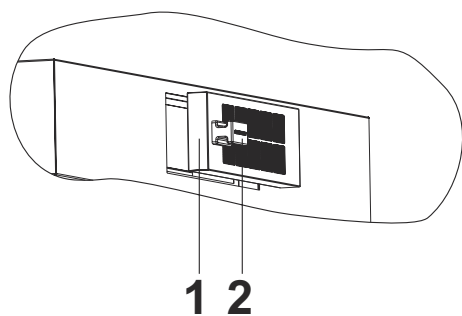

Fig. 3
**1.** ➔ Fjern kulfilteret (Fig. 3/1) med magnetholderen. (Fig. 3).